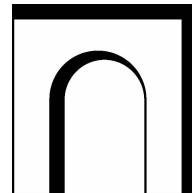

图 4-24 绘制直线段(四)
(5)绘制长度为 20 mm 的两条直线段,设置线宽为 1,如图 4-24 所示。